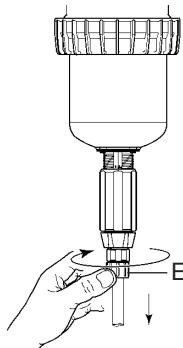
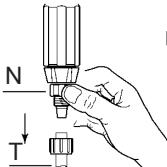

Fig. 16
Fig. 17
- Draai de slangwartelmoer los (**fig. 16-E**), trek de slang met wartelmoer los (**fig. 17-T**).
- Bevestigingsmoer losdraaien en wegnemen (**Fig. 17-N**).
- Trek het zuigventiel naar beneden uit de zuigbuis (**Fig. 17**).